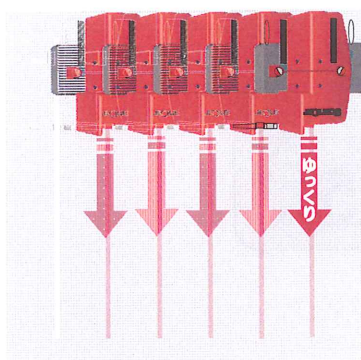

図61
- 範囲内の測定が終わるまで①～④を繰り返し行なってください。(図61参照)